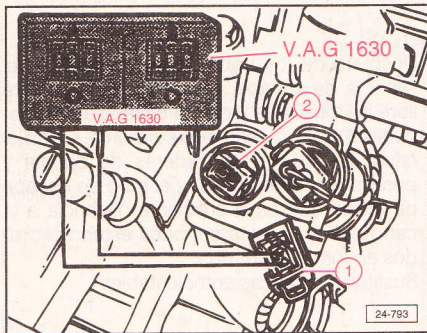

Fig. 2.124
Quitar el conector (1) del transmisor de la temperatura del refrigerante (2) (Fig. 2.124). Ajustar el potenciómetro digital V.A.G. 1630 a 15 k Ω y conectarlo con el conector quitado mediante cables auxiliares de V.A.G. 1594. Desmontar los tubos de válvula de mariposa.